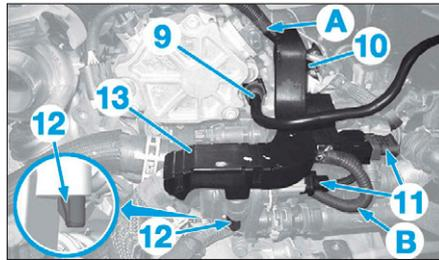
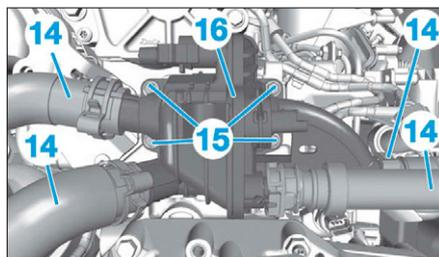

FIG. 31
FIG. 32
- Désaccoupler et écarter le raccord de pompe à vide (9) (Fig.31).
- Déposer la vis de fixation (10) du support faisceau.
- Débrancher les connecteurs (11).
- Déverrouiller la languette (12) du support de faisceau électrique (13) par le dessous.
- Soulever et écarter le support de faisceau électrique (13) (en A et B).
- Désaccoupler, obturer et écarter les durits (14) (Fig.32).
- Déposer les vis (15) puis le boîtier thermostatique (16).